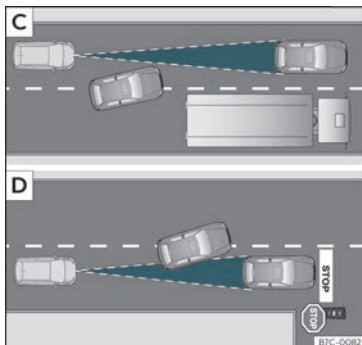

Fig. 165 [C] Mudança de faixa de um veículo. [D] Veículo em circulação e outro parado.
- Veículos que mudem para a faixa na qual circula a pouca distância do veículo >>> **Fig. 165 [C].**
O ACC não reage perante veículos detidos. Se, por exemplo, um veículo detetado pelo ACC roda ou se afasta e em frente do mesmo se encontra um veículo parado, o ACC não reagirá face a este último >>> **Fig. 165 [D].**